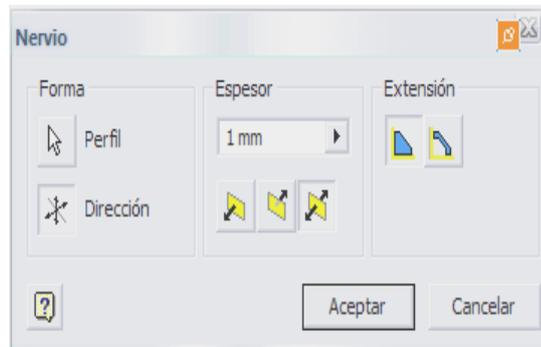

Figura 35. Vista del comando nervio y refuerzo.
4.6. Nervio: representado mediante la figura  **Nervio** . Crea nervios y refuerzos a partir de perfiles abiertos. La figura 35 muestra los comandos de nervio y refuerzos.